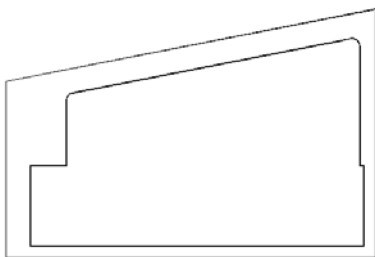

图 15.106 道路内边线交点修改
(4) 将道路内边线的上边线和右边线进行半径为 2000 的圆角，如图 15.106 所示。